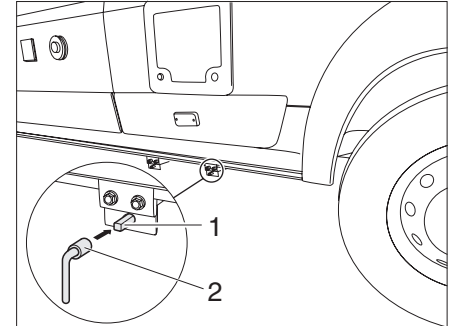

Bild 99 Bedienung Abwasserhahn
- ▶ Schlüssel (Bild 99,2) auf Vierkant (Bild 99,1) stecken.
- ▶ Zum Öffnen des Abwasserhahns den Vierkant (Bild 99,1) eine viertel Umdrehung gegen den Uhrzeigersinn drehen.